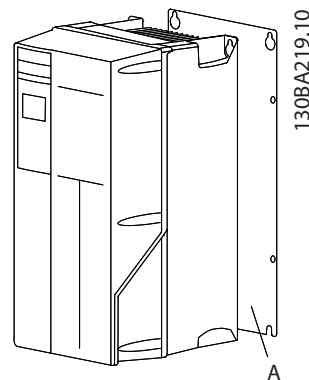
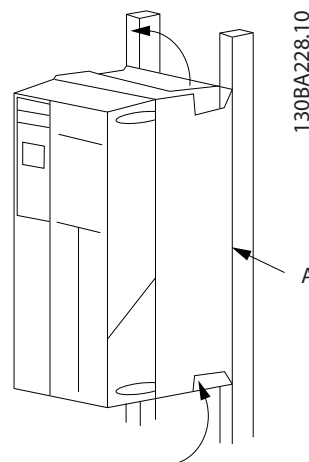

Abbildung 2.2 Korrekte Montage mit Rückwand
Abbildung 2.3 Korrekte Montage mit Schienen
- Montieren Sie das Gerät auf einer stabilen, flachen Oberfläche oder an der optionalen Rückwand, damit ein Belüftungsstrom sichergestellt wird (siehe *Abbildung 2.2* und *Abbildung 2.3*)